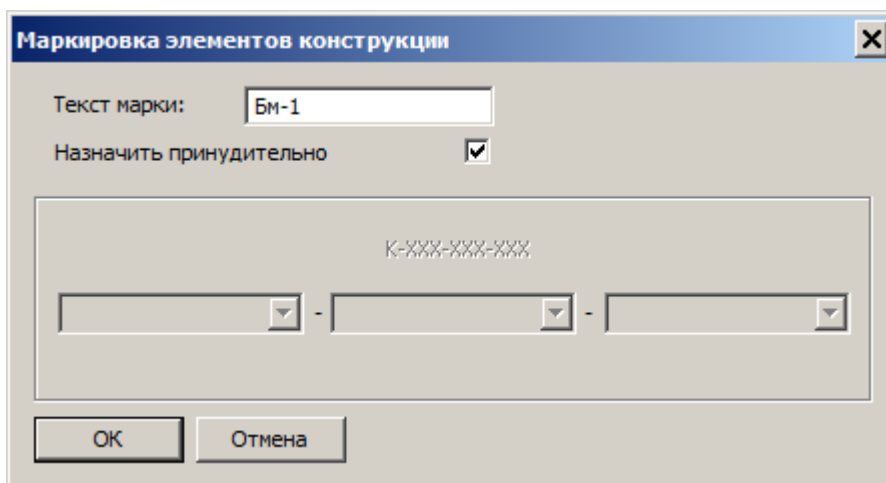

Рис.7.24. Диалоговое окно **Маркировка элементов конструкции**
- в открывшемся диалоговом окне **Маркировка элементов конструкции** (рис.7.24) введите текст марки Бм-1.